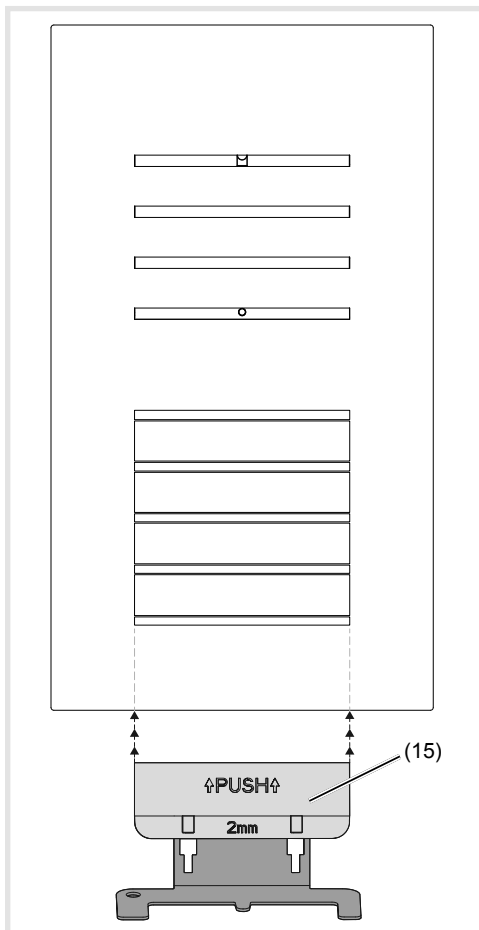

Figura 15: smontaggio stazione da porta
- Posizionare lo strumento di apertura (15) in basso al centro e premere verso l'alto (figura 15).